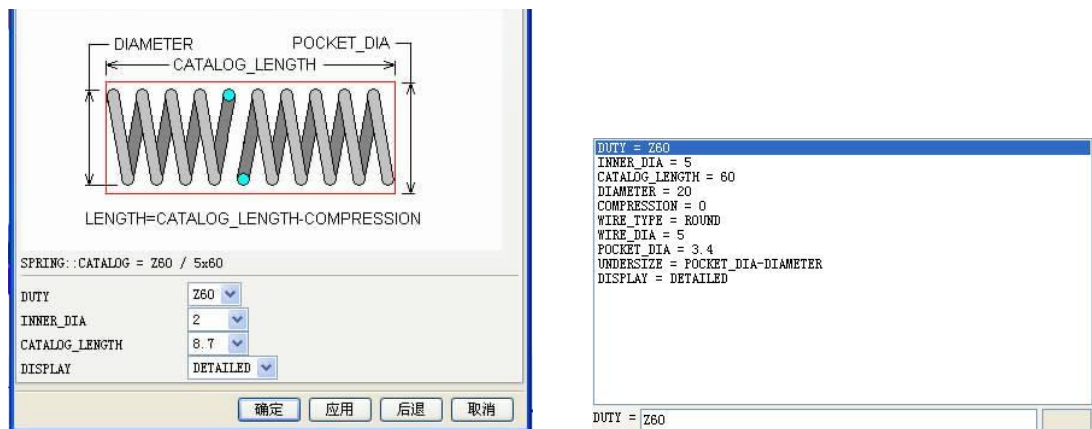

图7-133
2. 在【注塑模向导】工具条中单击【标准件】按钮，弹出【标准件管理】对话框。在【目录】和【分类】下拉列表中选择【HASCO_MM】和【Springs】选项，选择型号为“Spring”，然后设置弹簧其他参数，如图 7-133 所示。